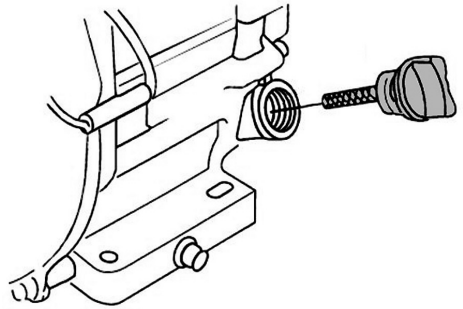

Рис. 10. Крышка-щуп маслозаливной горловины
2. Открутите крышку-щуп маслозаливной горловины и извлеките щуп (Рис. 10).
2. Выкрутите крышку-щуп маслосапливной горловины и извлеките щуп (Рис. 10).